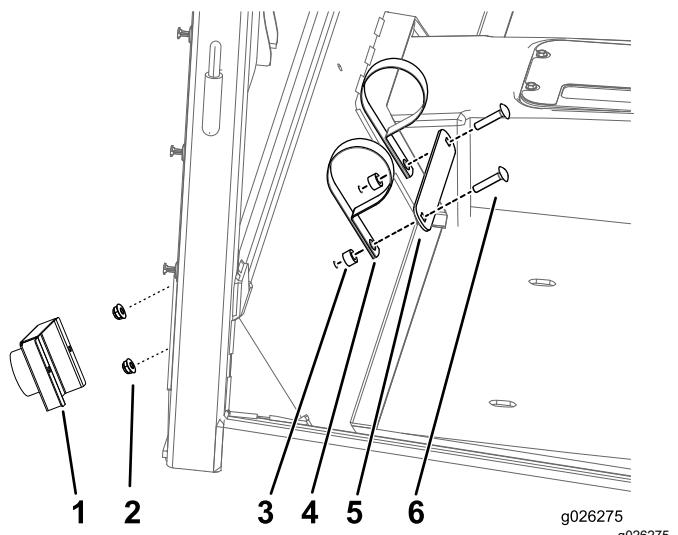

Bild 47
1. Befestigen Sie das Rohr für die *Bedienungsanleitung* (Bild 47).